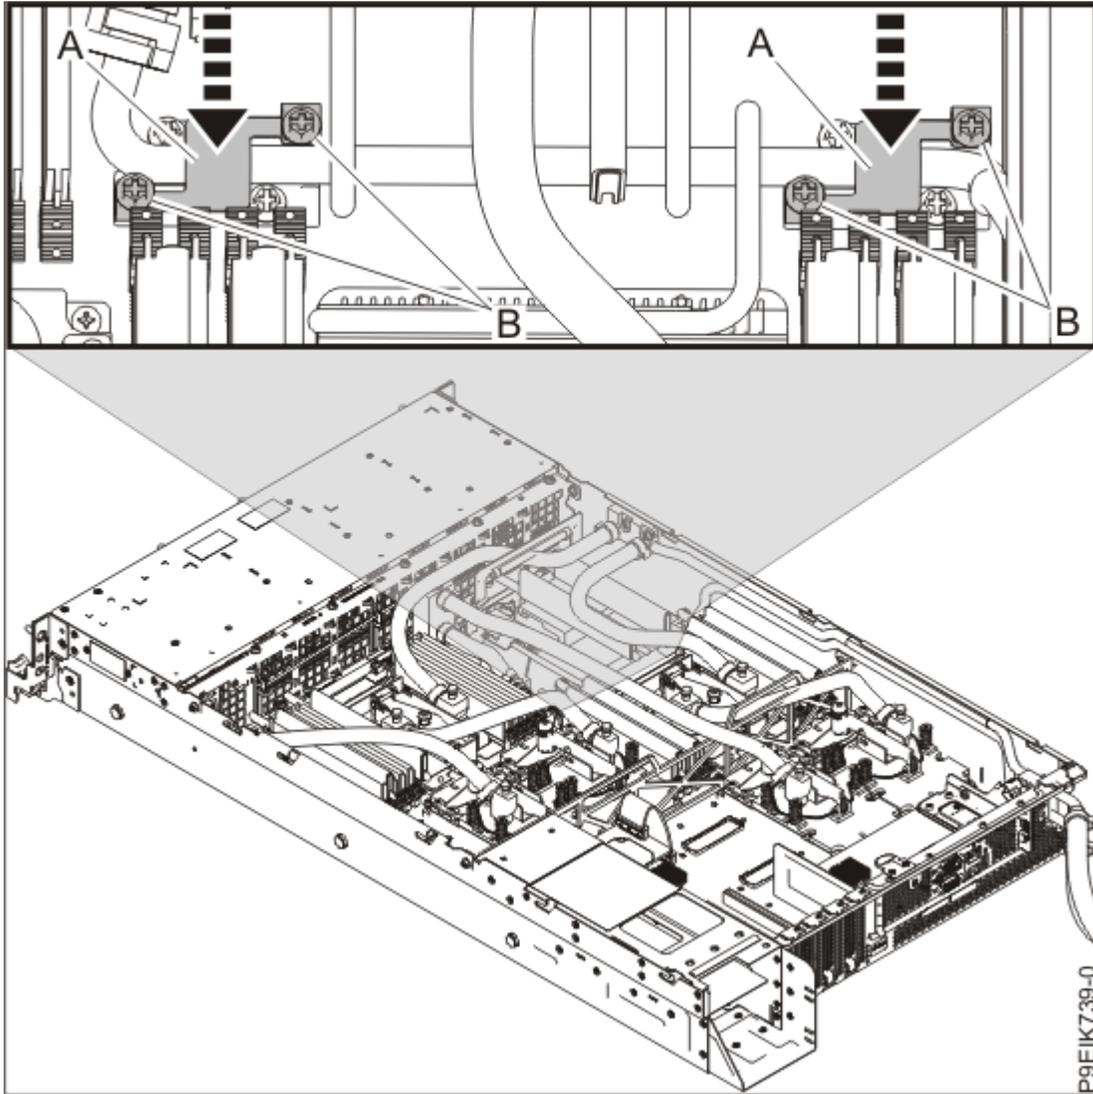

図 59. 中央パイプ・ホルダーの再取り付け
12. システムの中央近くにある2つのパイプ・ホルダー **(A)** を再取り付けします (61 ページの図 59 を参照)。パイプをシステム・バックプレーンのサポート内に配置し、サポートとパイプの上にホルダーをかぶせ、ねじ山を **(B)** に合わせて、4本のねじを締めます。